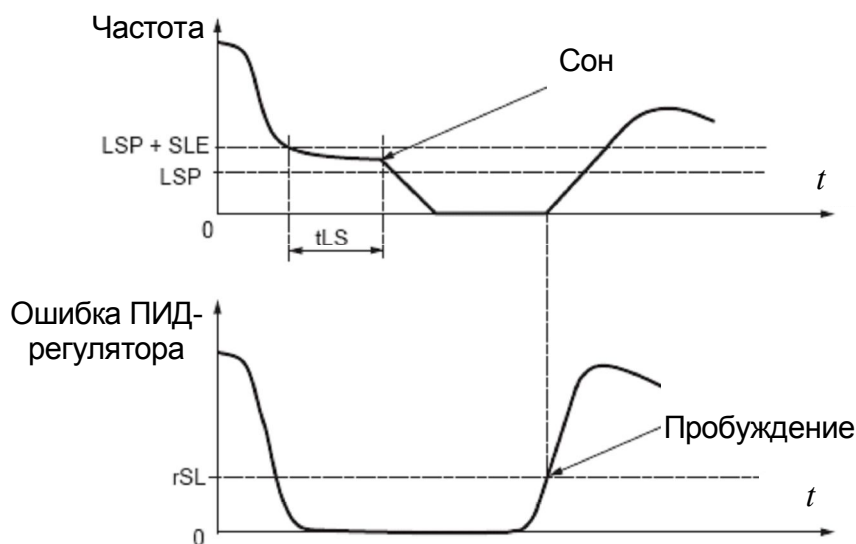

Рис. 9.10. Действие функции «Ночной/дневной режимы»
- ошибка ПИД-регулятора превышает уровень, заданный параметром rSL , [*PID wake up thresh.*], [*Уставка пробуждения ПИД-рег.*] (см. рис. 9.10);